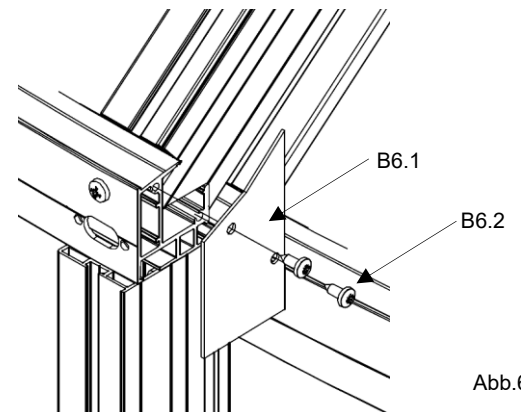

Abb.64
- Traufprofil außen (**3.1**) an beiden Enden mit 2x Endblech-Traufprofil (**B6.1**) und 2x Linsen-Blechschaube (**B6.2**) montieren. (Abb.64)
- Traufprofil innen (**3.2**) an beiden Enden mit 2x Endblech-Traufprofil (**B6.1**) und 2x Linsen-Blechschaube (**B6.2**) montieren. (wie Abb.64)